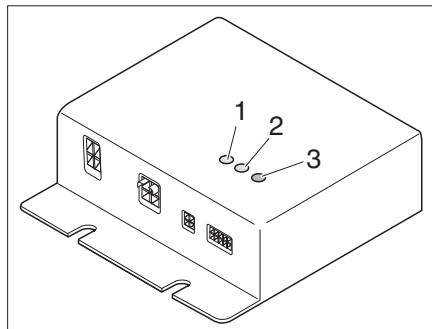

Bild 299 Reglerdon
Reglerdonet (Bild 299) finns i klädsåpet. Kontrolllamporna på reglerdonet har följande betydelse:
- Kontroll-LED (Bild 299,1) VK1 lyser grönt: värmekrets 1 är i drift
- Kontroll-LED (Bild 299,2) VK2 lyser grönt: värmekrets 2 är i drift
- Fel-LED (Bild 299,3)